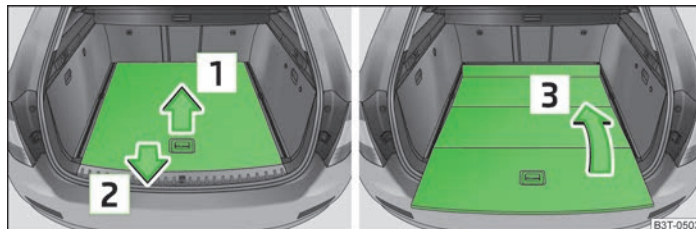
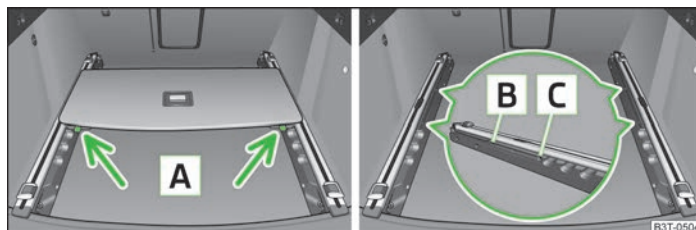

Fig. 74 Maletero: plegar el piso de carga variable
Fig. 75 Maletero: desmontar el piso de carga variable
- Coger la parte posterior del suelo por la empuñadura levantándola algo en el sentido de la flecha **1** » fig. 74 y extraer por encima del paragolpes en el sentido de la flecha **2** hasta que encastre en el orificio **C** » fig. 75.
- Plegar el piso de carga moviendo en el sentido de la flecha **3** » fig. 74.
- Pulsar las teclas de seguridad **A** » fig. 75 y extraer el suelo.
- Empujar el piso hacia adelante hasta que encaje en los orificios **[B]** en los railes de montaje » fig. 75.